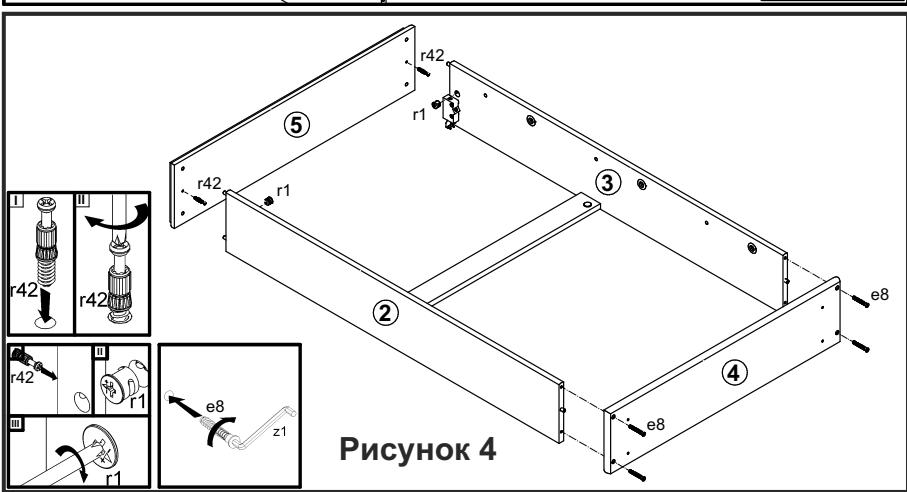

Рисунок 4
8. К деталям 2, 3 прикрутить щит нижний 4 конформатами **e8** при помощи ключа **z1** (см. рис. 4).